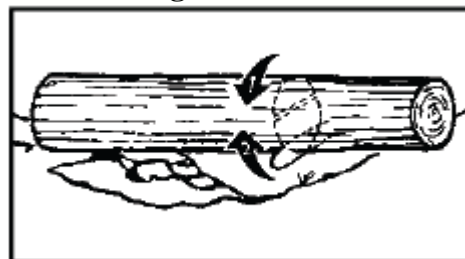

Fig. 12
3. Registro supportato ad entrambe le estremità: iniziare tagliando più di $1/3$ del diametro del registro per evitare schegge, quindi tagliare per incontrare il primo taglio ed evitare di pizzicare. (Fig. 12).